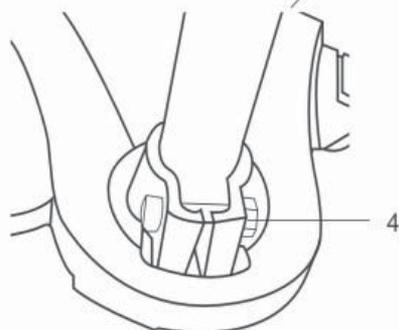

Fig. 5a
2. Fixer la protection à l'aide du boulon et de l'écrou (4) (Fig. 5a).